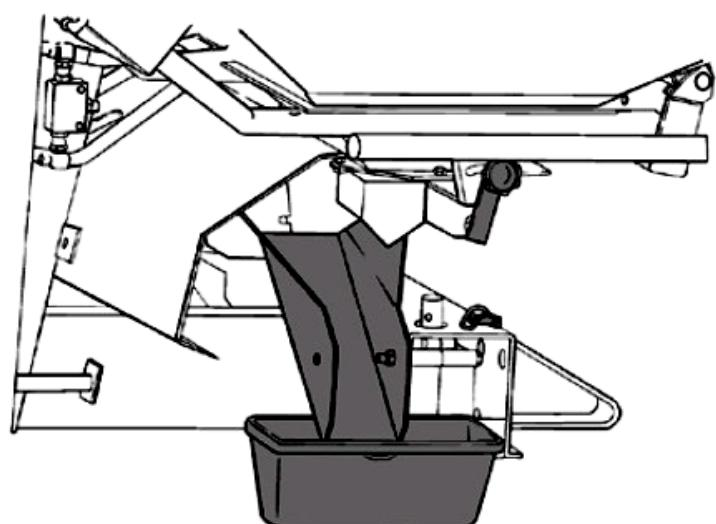

Рисунок 11.
5. Сделать пробу на расход, чтобы убедиться, какая дозировка является правильной (рис. 11).